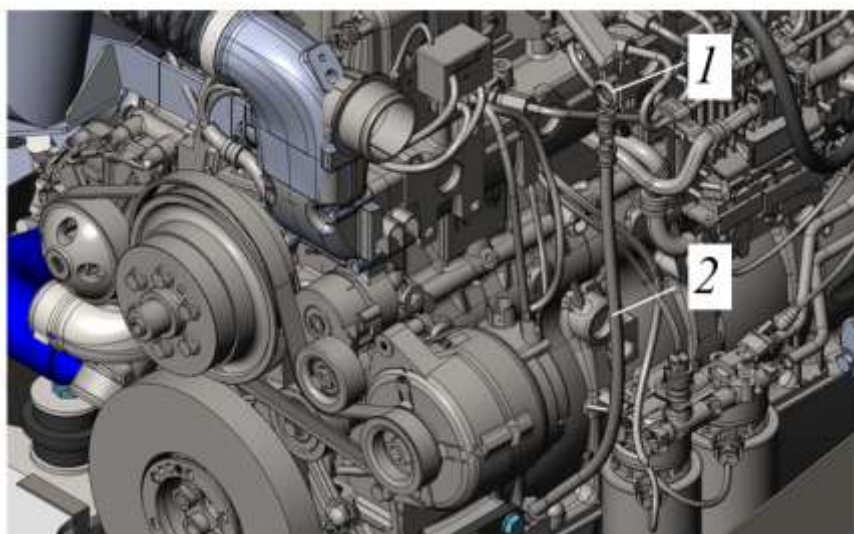

Рисунок 5.15. Контроль уровня масла в двигателе
- Извлечь масляный щуп поз.1, рис. 5.15.